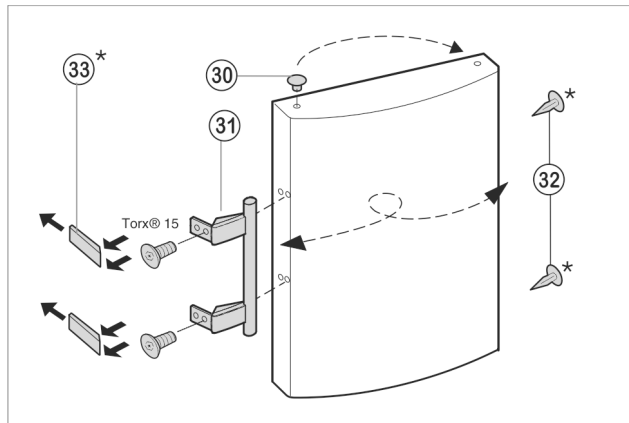

Fig. 8
- ▶ Vyjměte zátky Fig. 8 (30) z pouzdra ložisek dveří a přemístěte je.
- ▶ Madlo dveří Fig. 8 (31), zátky Fig. 8 (32) a krycí desky Fig. 8 (33) odmontujte a přemontujte na protější stranu.